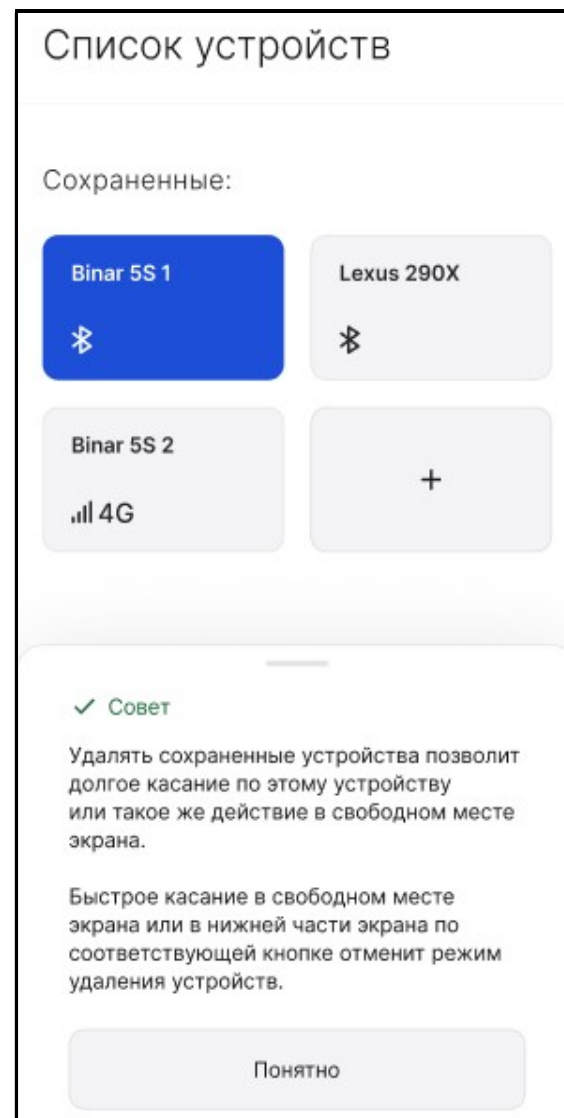

Рис. 34. Окно «Список устройств»
2. Для добавления нового устройства коснитесь  (Рис. 34).